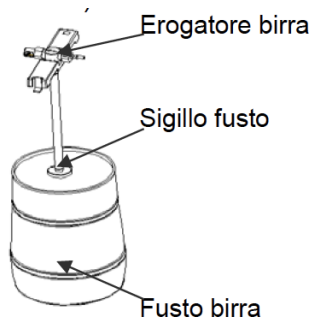

Figura 10
3. Inserire verticalmente il perno contro il sigillante nella parte centrale e superiore del fusto (a volte si avrà bisogno di staccare l'anello di marcatura o di cambiare il sigillante), premere il perno/sollevatore del fusto per conficcare il sigillante e quindi spingere il perno e immergere nel fusto velocemente. Quando si assembla correttamente il meccanismo del rubinetto si sente uno scatto che indicherà il corretto assemblaggio. (Come mostrato in figura 10)